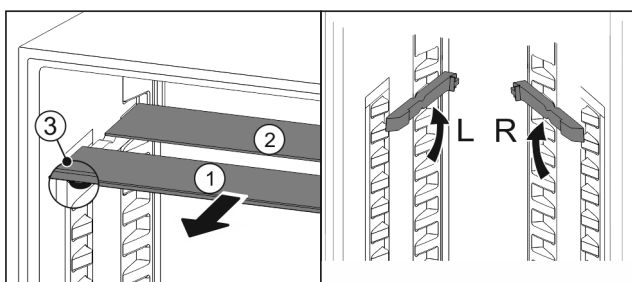

Fig. 137
- Издърпайте Fig. 137 (1) поотделно стъклените плочи напред.
- Стъклената плоча Fig. 137 (1) с декоративната лайстна е отпред.
- Ограничителите Fig. 137 (3) сочат надолу.